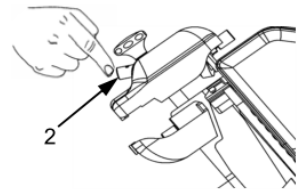

Abb. 27
6. Stecken Sie den Netzstecker an die Steckdose an und schalten Sie das Gerät mit der weißen Einschalttaste „ON“ (I) des Geräteschalters (13) wieder ein.
7. Drücken Sie den Druckknopf (2, Abb. 27) und lassen Sie das Messer zwischen den Schleifsteinen ungefähr 30 - 40 Sekunden drehen, bis sich auf der Klinge ein leichter Grat bildet.